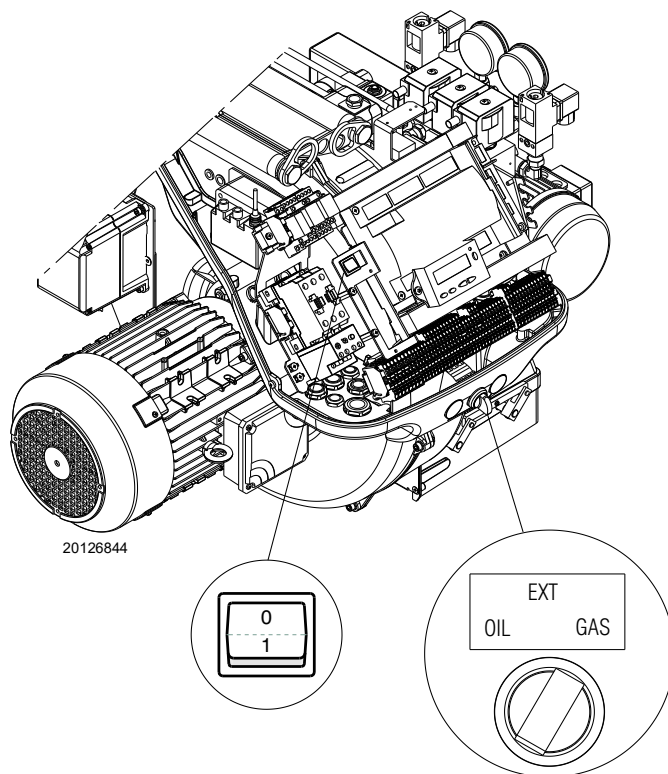

Fig. 40
- Închideți termostatele/presostatele și puneți comutatorul Fig. 40 în poziția „1”.
- Așezați comutatorul în poziția „OIL” (Fig. 40) pentru funcționarea cu motorină și „GAS” pentru funcționarea cu gaz.
- 1 cu selectorul „OIL-EXT-GAS” (Fig. 40);